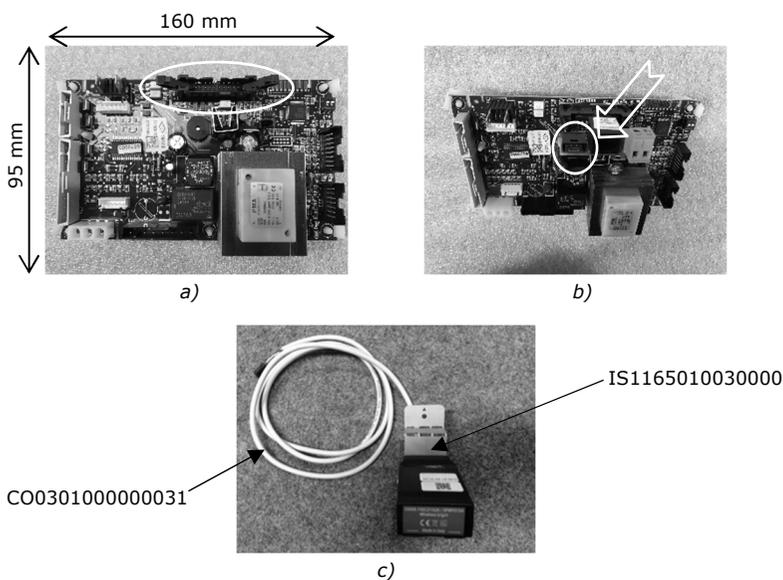
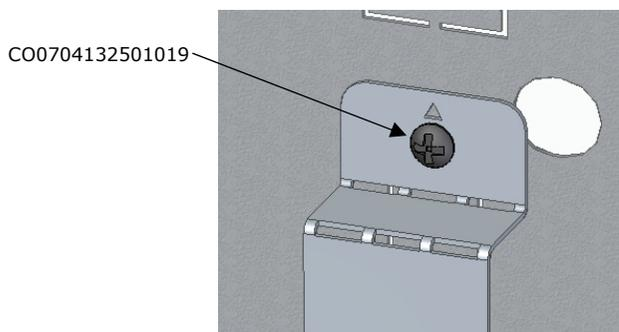

Figura 6 - Instalação módulo Wi-Fi V0
Figura 8 – Marca triangular do módulo voltada para cima
- Fixe o módulo Wi-Fi na furação correspondente ao rasgo da micro-junta (quando necessário); utilizando os dois parafusos DIN 7981 4,2x9,5 (Figura 8), **com o especial cuidado de colocar o símbolo Wi-Fi do módulo voltado para cima (Figura 3 e Figura 6).**
• Fixe o suporte do módulo Wi-Fi na furação correspondente ao rasgo da micro-junta (quando necessário); utilizando os dois parafusos DIN 7981 4,2x9,5 (Figura 8), **com o especial cuidado de colocar o símbolo Wi-Fi do módulo voltado para cima (Figura 3 e Figura 6).**